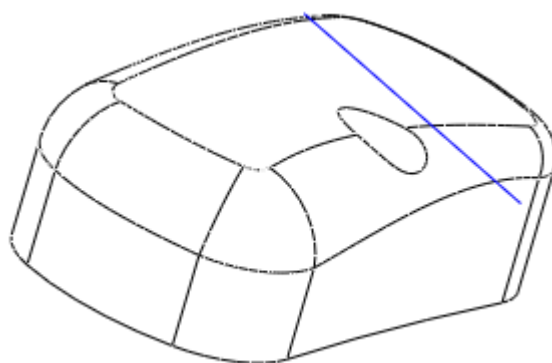

图 42-19
- (4) 草图绘制完毕, 返回特征操控板, 调整材料移除方向, 单击  按钮, 完成特征的建立如图 42-19 所示。